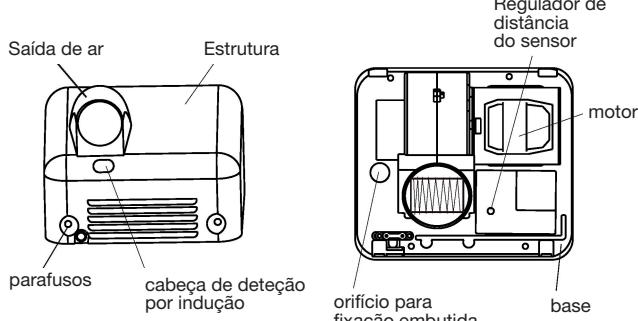

Figura 1
- Caso o sensor não opere corretamente, ajuste o regulador de distância conforme indicado na Figura 1.